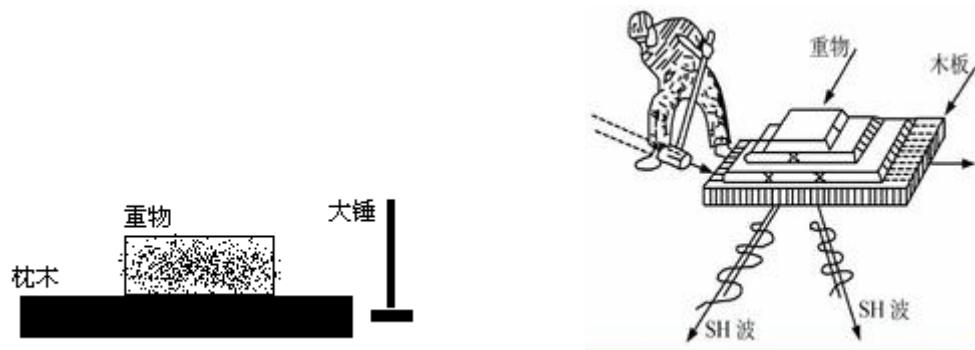

图 1 大锤击板法
1、大锤击板法：（见图 1）该方法比较方便、实用。它是将激振木板平放在离孔口 1~3m 处的地面，木板规格为：长度约 2.5~3m，宽度不小于 40cm，厚度不小于 15cm，且两端宜包上一定厚度的铁皮或橡胶。木板安装时，宜埋入地面一定深度或木板底面直接嵌有一定长度的铁脚钉直接插入土中，再在木板上压以重物（500Kg 以上，压上大卡车双后轮更好），使木板与地面紧密接触，除此之外，还可以在木板的四周打入 1m 以上的Φ22 钢筋以加固木板，以防止敲击时木板的滑移。再用铁锤（或铁球）沿板的纵向分别敲击板的两端，木板与地面耦合产生剪切力，使地层产生相应方向的剪切波。